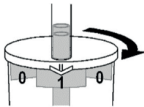

Abb. 3
4. Om de eerste poliep op te pakken, draait u het vat totdat de pijl naar het cijfer "1" wijst (Fig. 3).